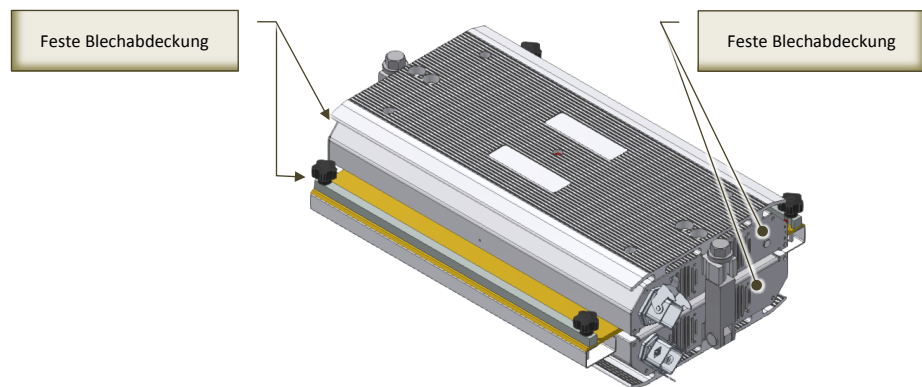

Abb. 7.3-1 - Feste Schutzvorrichtungen für Kühlgebläse
- Feste Schutzeinrichtung - Schutzeinrichtung, die dauerhaft (durch Schweißen usw.) oder mittels Befestigungselementen (Schrauben, Muttern usw.) in Position gehalten (d.h. geschlossen) wird, die ein Entfernen/Öffnen ohne Werkzeug unmöglich machen (Abb. 7.3-1).